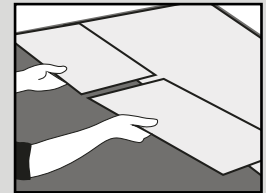
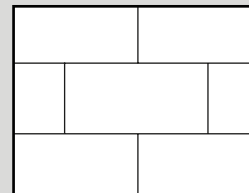
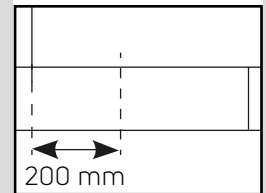

Fig. 4a
Fig. 5a
Fig. 5b
5. Instale el siguiente tablón/azulejo levantando el borde del tablón anterior y juntando la lengüeta y la ranura en la junta del extremo; continúe deslizando el lado largo, que se puede golpear en su posición con un "recorte de material" o un taco para golpear. (Fig. 4a, 4b y 4c). Los azulejos y los tablonces deben ser instalados en "intervalos", de manera que las cuatro esquinas nunca se encuentren (Fig. 5a y Fig. 5b).